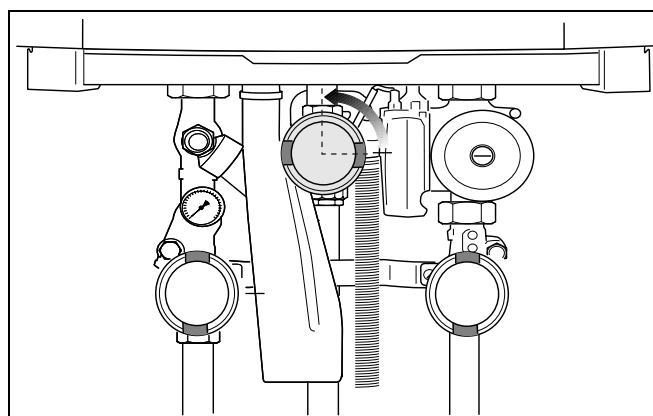

Рис. 124 Открытие крана для подачи газа
- Медленно открыть газ. Для этого нажать кран для подачи газа и повернуть влево на $\frac{1}{4}$ оборота (рис.124).